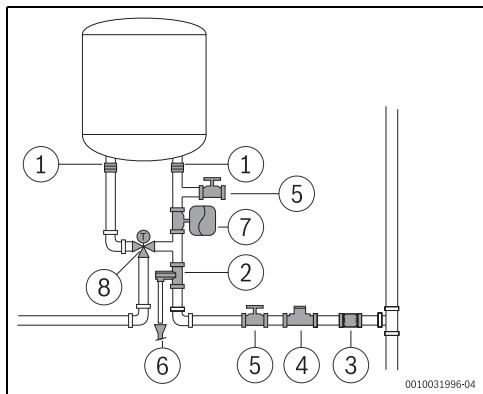

Fig. 15
- Recomendável instalar uma válvula termostática (Fig. 15, [8]) no tubo de saída do aparelho se forem utilizados tubos PEX. Deverá ser ajustado de acordo com o desempenho do material utilizado.
- Nunca instalar nenhum acessório (para além dos representados na Fig. 15) entre a válvula de segurança e a entrada de água fria (lado direito) do aparelho.
- instalar uma válvula redutora (Fig. 15, [4]). A válvula de segurança vai atuar sempre que a pressão da água no aparelho for superior a 8 bar (± 1 bar), pelo que é necessário prever uma forma de canalizar o escoamento dessa água.
- instalar um vaso de expansão (Fig. 15, [7]) para evitar que a abertura da válvula de segurança seja tão frequente. O volume do vaso de expansão deve ser o equivalente a 5% do volume do aparelho.